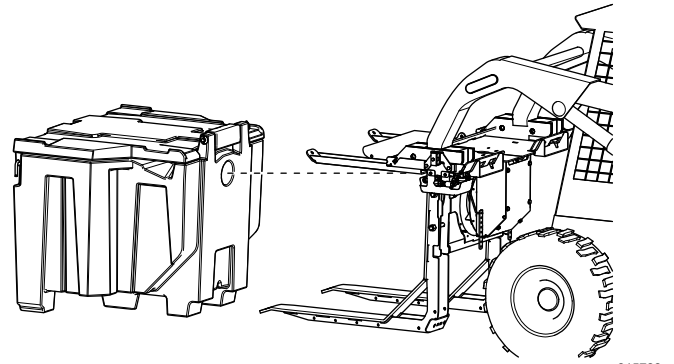

Figura 15
3. Arranque la minicargadora e incline el armazón del esparcidor hacia adelante hasta que las horquillas queden paralelas al suelo (Figura 15).
4. Conduzca la minicargadora hacia adelante e inserte las horquillas del armazón en los canales del cubo hasta que el cubo quede enrasado contra el armazón (Figura 15).